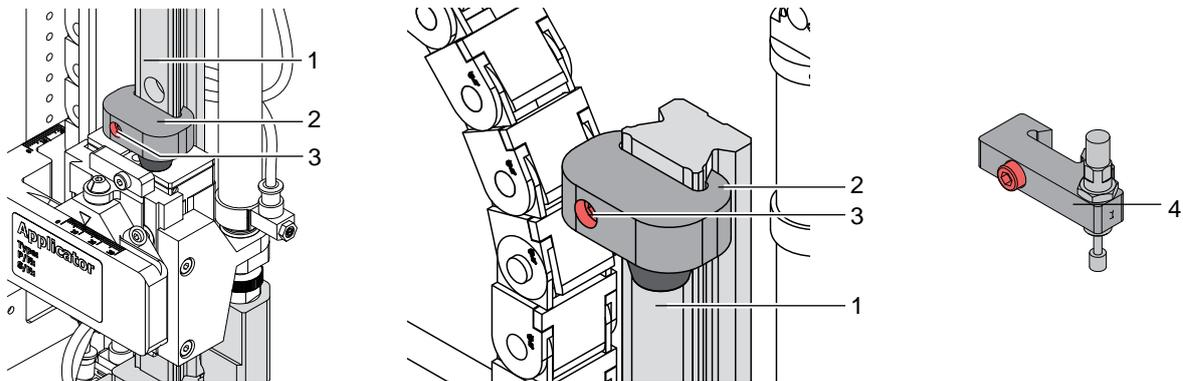

Figure 9 Butée de soufflage comme sécurité de transport
L'applicateur est livré avec la butée (2) fixée sur la tige de guidage (1) dans sa position de sécurité (Figure 9 - image de gauche) afin d'éviter le déplacement du système de pose pendant le transport. La position de pose en mode "Soufflage" sera réglée avec cette butée (2). Cette butée sera déplacée le plus haut que possible lors de l'étiquetage en mode "Tamponnage" (Figure 9 - image du milieu).